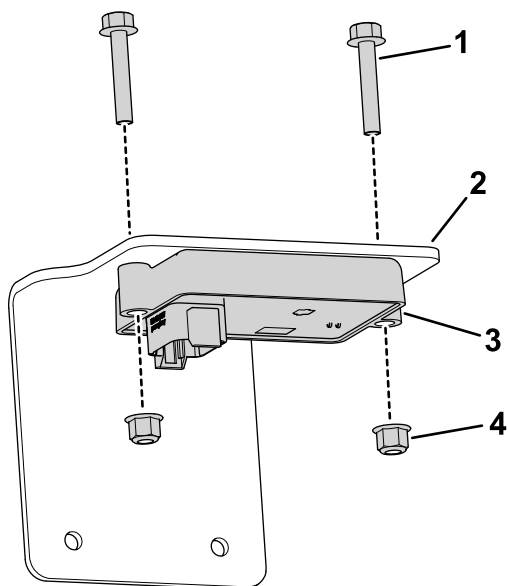

Figure 9
12. Avec 2 boulons (M6 x 35 mm) et 2 écrous à embase (M6), fixez le capteur de pente sur son support (Figure 9).